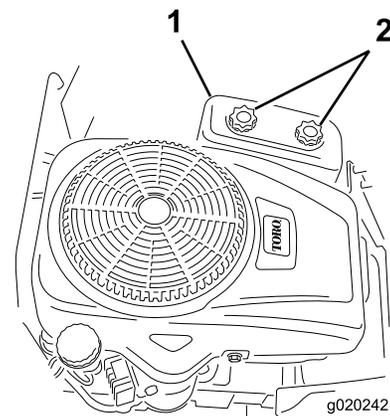

Figura 27
4. Retire la tapa del limpiador de aire desenroscando los 2 pomos (Figura 27).